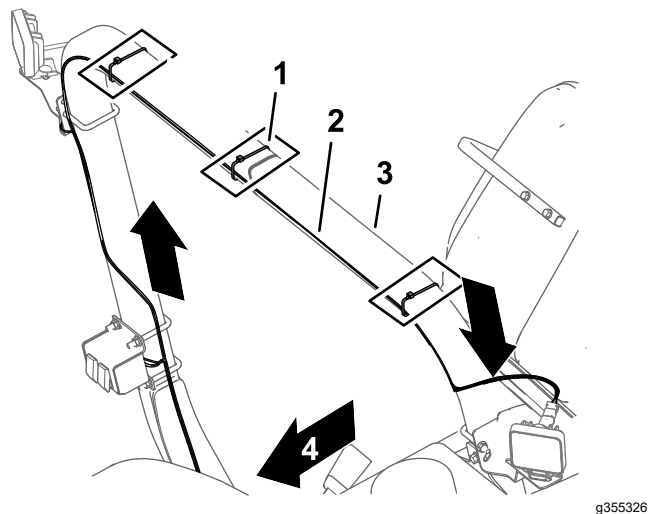
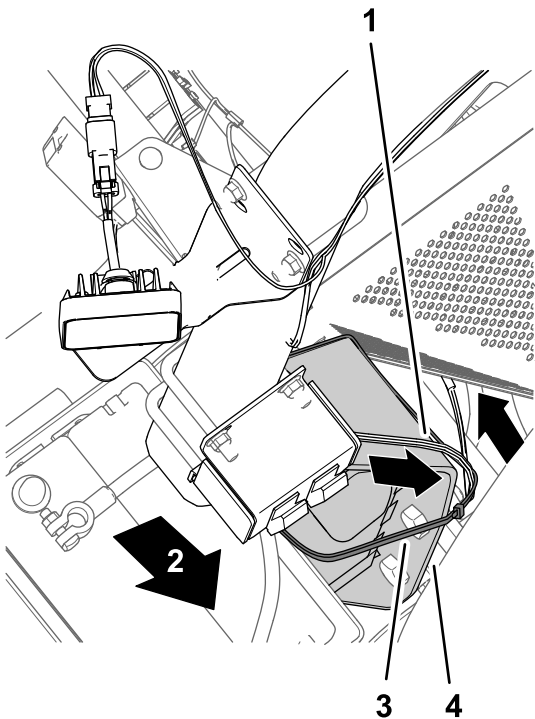
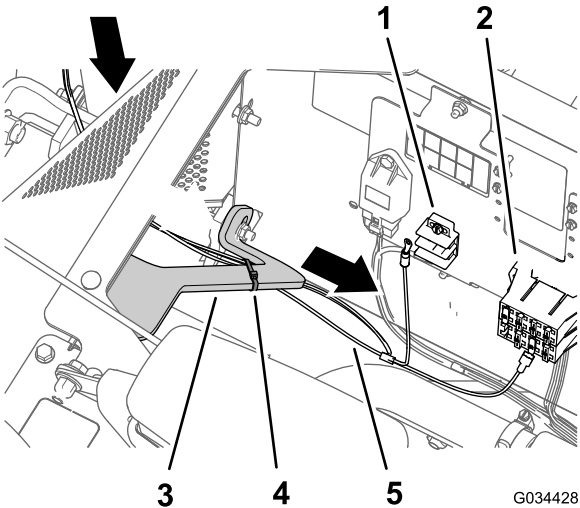

图 13
图 14
图 15
1. 如图 13 所示布置结束的支管使 2 插槽接头向上并穿过水平 ROPS 管的后面。
2. 如图 14 和图 15 所示在灯具开关上布置结束的支管使插座端子和环形端子朝向前下方。
注意 沿着机器线束布置后工作灯套件线束图 15。
3. 如图 13、图 14 和图 15 所示将线束固定至 ROPS 管和座椅底座支架。
注意 如图 15 所示将多余的线束捆扎到座椅底座支架并用扎带固定线束。